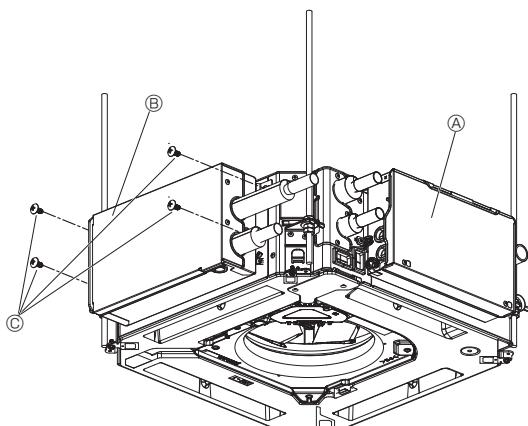

Fig. 4-9
4.5.2. İsteğe bağlı VALF KİTİNİN takılması (Fig. 4-9)